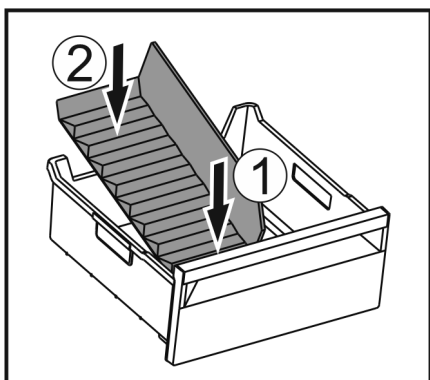

Fig. 62
- ▶ Вставити передню частину перегородки відділення для льоду. Fig. 62 (1)
- ▶ Опустити задню частину перегородки відділення до дна ящика для кубиків льоду. Fig. 62 (2)